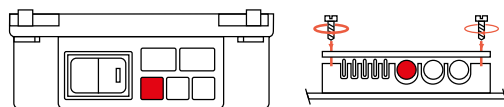

Рис. 2. Место ввода в корпус блока управления кабеля питания 220 В
• Пропустите кабель питания 220В, кабели управления шаровыми электроприводами, кабель радиоприемника и кабели проводных датчиков через специальные отверстия ввода в корпусе блока питания (рис. 2, 3, 4), (фото б).